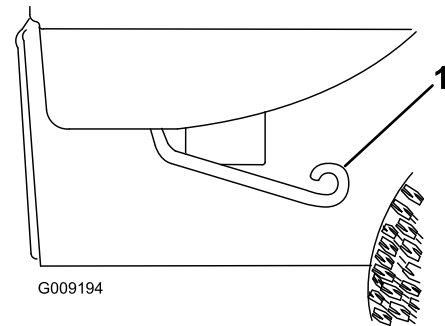

Figura 14
1. Alzate le leve ai lati del cassone e sollevatelo (Figura 14).